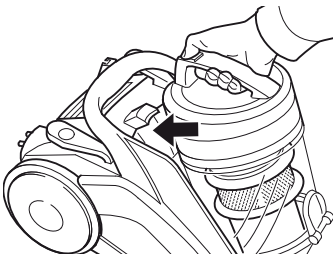

Abb. 23
8. Setzen Sie den Staubbehälter auf den Staubsauger. Drücken Sie den Staubbehälter kräftig in seine Konsole (Abb. 23), bis er hörbar einrastet.